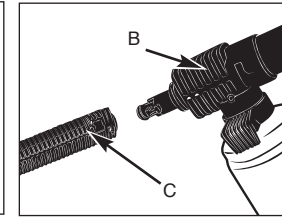

Fig. 2B
2. Connect the detergent sprayer (B) to trigger gun (C) by pushing in and turning clockwise to lock. (Fig. 2B)
2. Connectez l'embout à détergent (B) au pistolet (C) en l'insérant et en le vissant en le faisant tourner dans le sens des aiguilles d'une montre. (Fig. 2B)